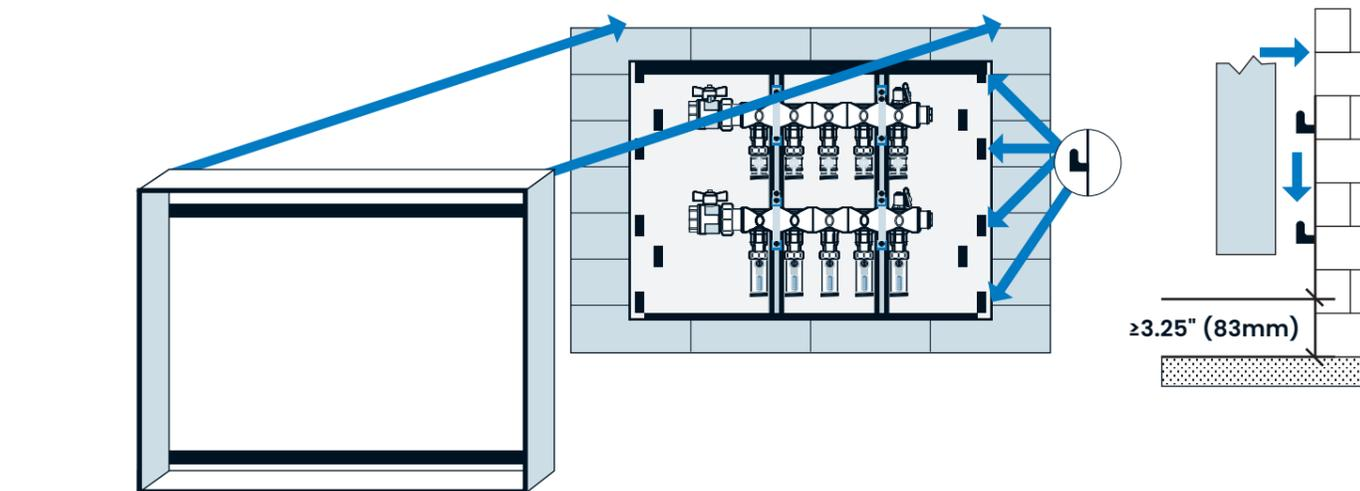

Figure 8: Installez le boîtier mural en surface
9. Installez le boîtier mural en surface en le plaçant sur le panneau arrière fixé au mur. Pour ce faire, alignez les languettes de montage du panneau sur les fentes du boîtier (voir **Figure 8**). Poussez-le ensuite vers le bas pour bien l'ancrer.